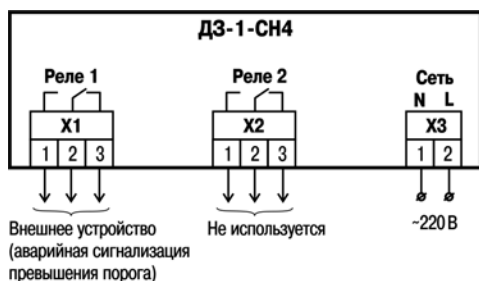

Рисунок 5.2 – Функциональное назначение клемм прибора
- выполнить подключение проводов согласно функциональному назначению клемм (см. рисунок 5.2), учитывая, что в приборе применены съемные клеммники для удобства монтажа. Типовая схема подключения газового отсечного клапана к прибору приведена на рисунке 5.3.